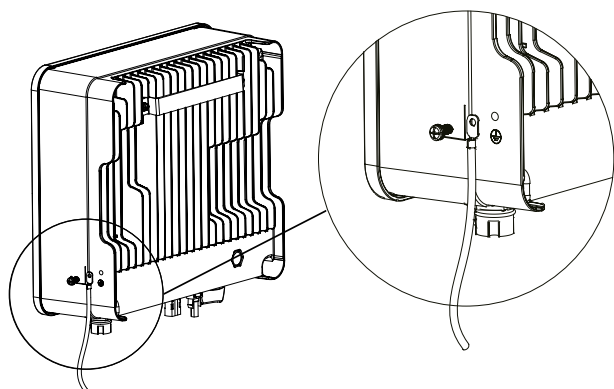
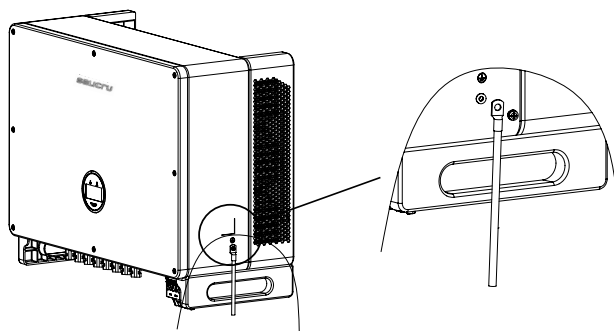
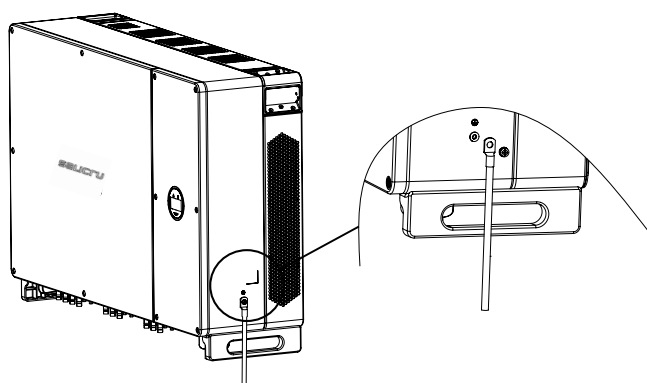

Fig. 19. Conexión del terminal de tierra.
Fig. 20. Conexión del terminal de tierra.
Fig. 21. Conexión del terminal de tierra.
2. Fijar el terminal de conexión a tierra al cable PE con una herramienta adecuada y bloquear el terminal de conexión a tierra al orificio de conexión a tierra en el lado inferior derecho del inversor, como se muestra en la Fig. 19, Fig. 20, Fig. 21.